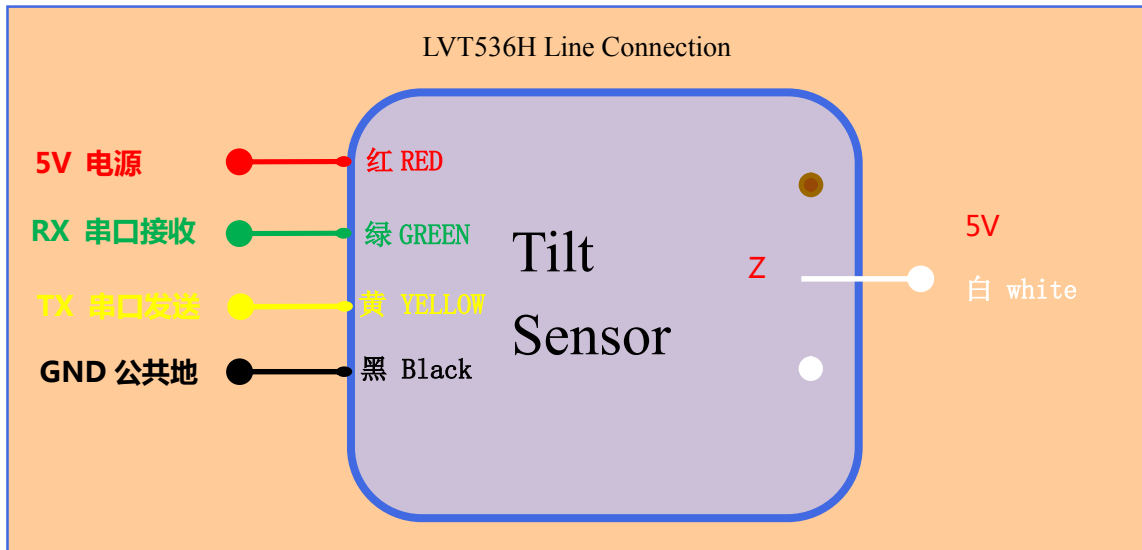

图 1 电气连接线
1) 传感器的安装面与被测量面固定必须紧密、平整、稳定，如果安装面出现不平容易造成传感器测量夹角误差。见图 1、2